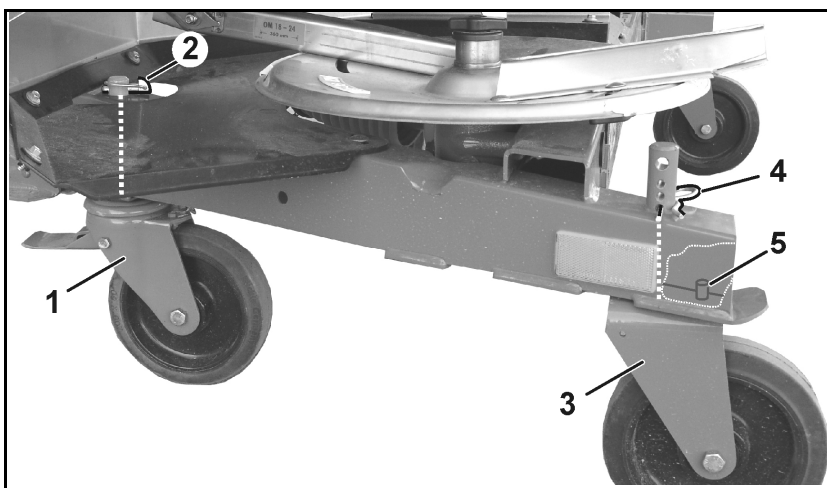

Fig. 42
5. Rodillos de frenado dirigibles (Fig. 42/1) delante
- o montar y asegurar mediante el pasador clavija (Fig. 42/2), o bien
6. Rodillos fijos detrás (Fig. 42/3)
- o montar y asegurar mediante el pasador elástico (Fig. 42/4) en el orificio disponible más abajo,
Al realizar el montaje de los rodillos fijos, asegurarse de que el perno (Fig. 42/5) pase a través del taladro del bastidor, manteniendo así los rodillos en la dirección longitudinal.